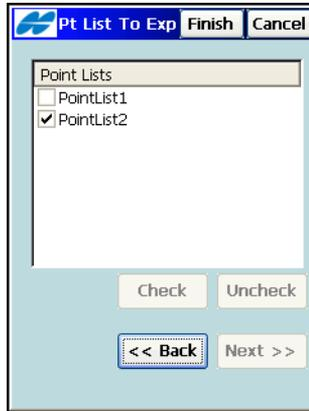

Abbildung 5-24. Punktlist(e) für Export wählen
8. Wählen Sie im Fenster ***Punktliste(n) für Export*** die zu exportierenden Punktlisten (Abbildung 5-24).